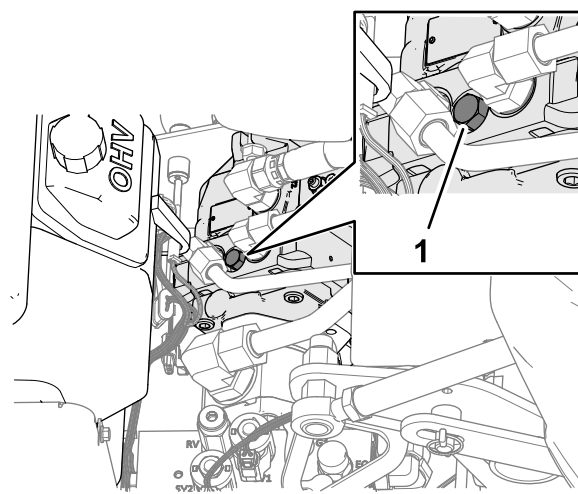

Рисунок 129
**Примечание:** Расположение крышки винта перепускного клапана показано на Рисунок 129.